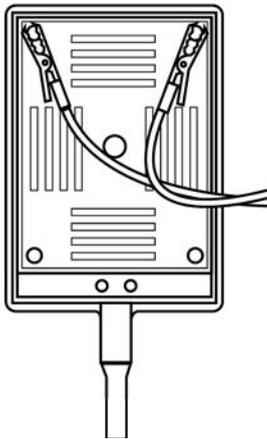

Figure 17 Branchement du connecteur de la sonde
- b** Raccorder les câbles rouges au connecteur de la sonde, comme indiqué à la **Figure 17**.